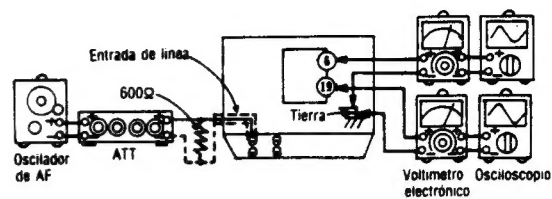

Fig. 10
1. La conexión del equipo de prueba se muestra en la Fig. 10.
3. Ajustar mediante atenuador de manera que la salida entre terminal ① (CH-I) (terminal ⑩ (CH-D)) de IC401 y tierra sea 12,3mV.